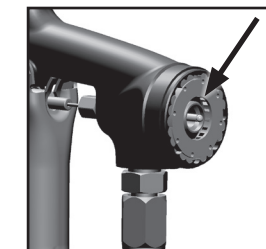

Fig. 6
3. Vérifier l'usure de la plaque déflectrice. En cas d'usure la remplacer par une pièce neuve. (voir fig. 6).